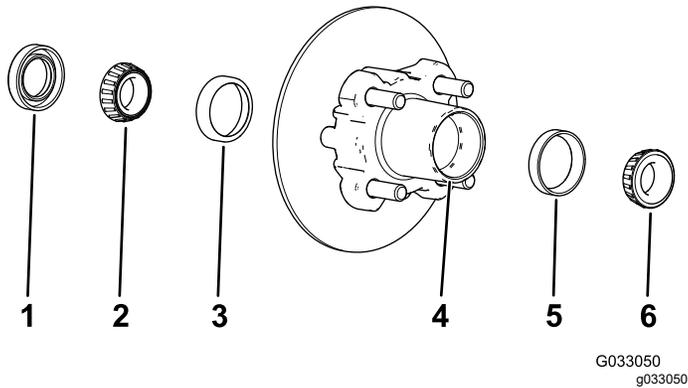

Figura 24
1. Retire el cojinete exterior del cubo (Figura 24).
2. Retire la junta y el cojinete interior del cubo (Figura 24).
5. Limpie el hueco del cubo para eliminar cualquier resto de grasa, suciedad y residuos (Figura 24).
7. Llène el hueco del cubo hasta un 50 a 80% de su capacidad con la grasa especificada (Figura 24).
8. Monte el cojinete interior sobre el anillo en el lado interior del cubo e instale la junta (Figura 24).